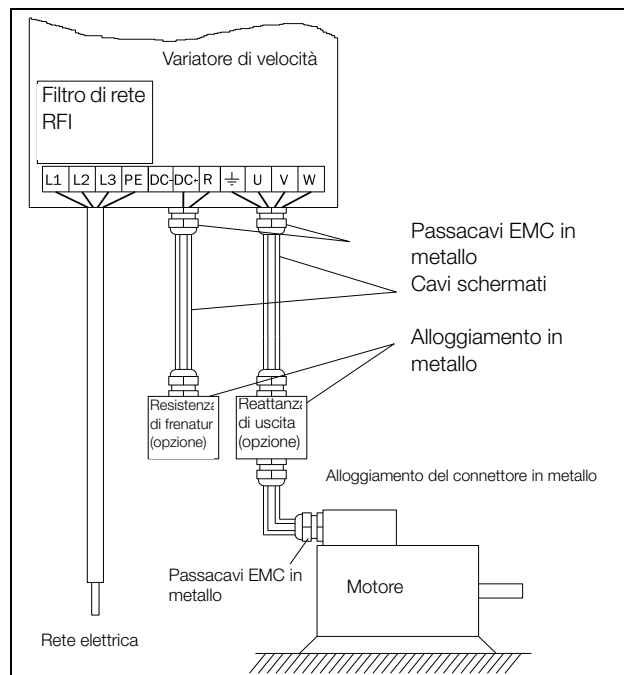

Fig. 72 Collegare i cavi della rete elettrica e dei motori.
1. Collegare i cavi della rete elettrica come illustrato nella Fig. 72. Il variatore di velocità è dotato di serie di un filtro di rete RFI incorporato di categoria C3 conforme allo standard del secondo ambiente.
Collegare i cavi del motore come illustrato nella Fig. 72. Per la conformità con la Direttiva EMC è necessario utilizzare cavi schermati e la schermatura dei cavi del motore deve essere collegata a entrambe le estremità: alla carcassa del motore e all'alloggiamento del variatore di velocità.